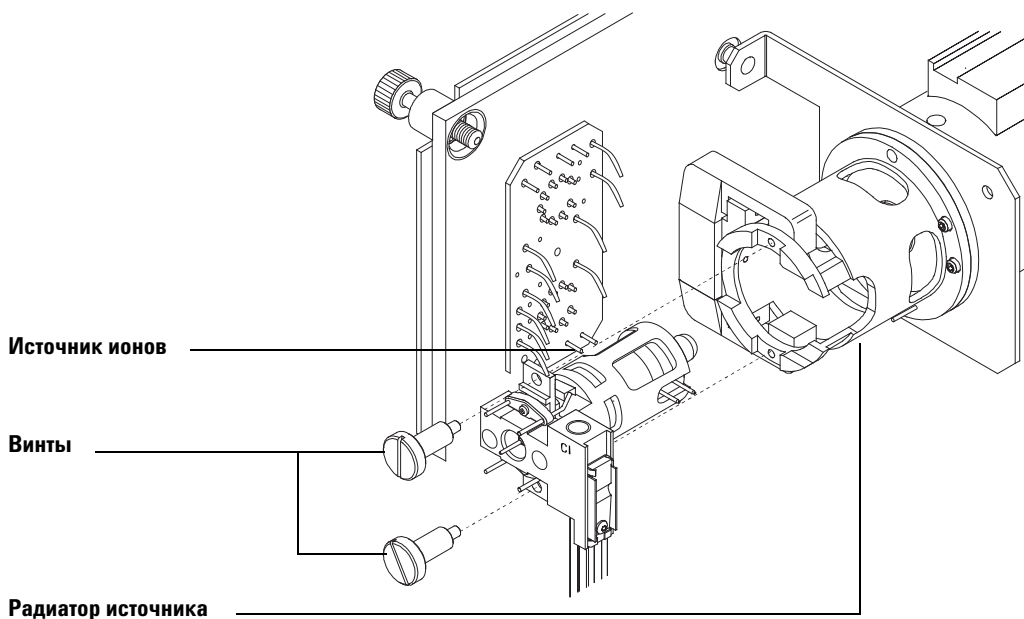

Рисунок 41 Установка источника ионов ХИ
- 1 Соберите линзу ионного фокуса, входную линзу и изолятор линз (Рисунок 41).
- 2 Установите вытяжную пластину и вытяжной цилиндр в корпус источника (Рисунок 41).
Таблица 23 Список компонентов источника ионов ХИ (Рисунок 41)
Таблица 23 Список компонентов источника ионов ХИ (Рисунок 41) (продолжение)